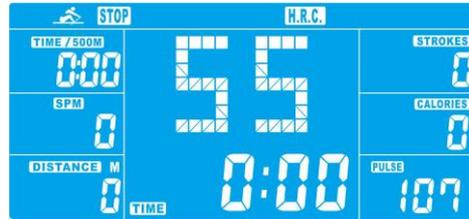

Figure7
- 6.3 Appuyer sur le bouton UP (augmenter) ou DOWN (diminuer) pour sélectionner 55%, 75%, 90% et Target (cible) (figure 7).